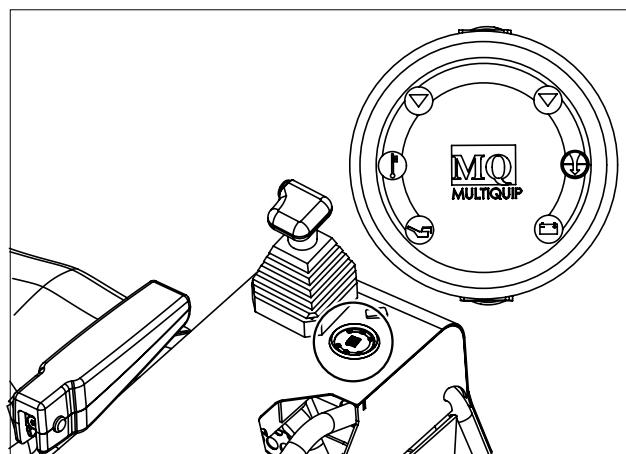

Bild 10. Olje- och laddningslampor
5. Vrid tändningsnyckeln medurs i (start) position. Indikatorlamporna för **olja** och **laddning**, (bild 10) ska vara tända